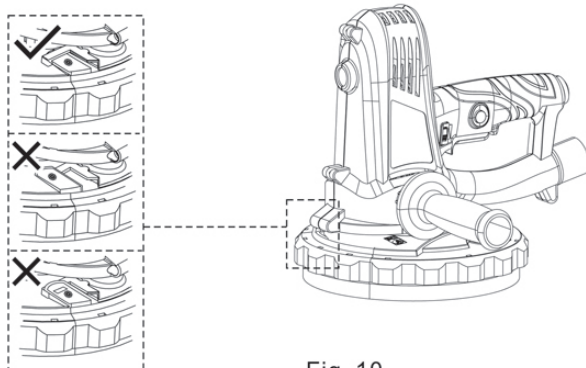

Fig. 10
- > După efectuarea operațiunii, montați segmentul (10b) pe apărătoare (10). Asigurați-vă că butonul de deblocare (10c) este conectat corespunzător în poziție (Fig. 10).